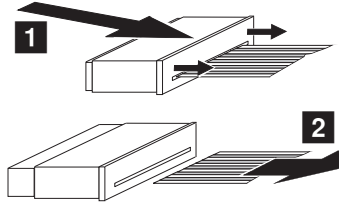

Fig. 9
- Flexprinthalter öffnen **1** (Fig. 9).
- Flexprint aus dem Flexprinthalter ziehen **2** (Fig. 9).
- Open the flexprint holder **1** (Fig. 9).
- Pull the flexprint out of its holder **2** (Fig. 9).